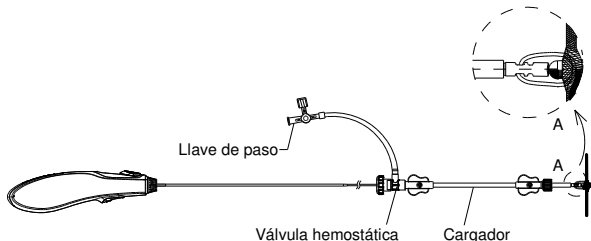
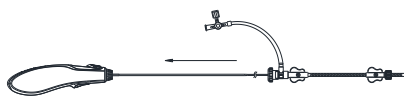

Figura 6. Ilustración del sistema oclisor de PFO CeraFlex™
Figura 7. Ilustración de la carga del dispositivo en un cargador
- Revise atentamente la conexión entre el oclisor y el cable de administración (consulte la Figura 6). Sumerja el dispositivo y el cargador en solución salina y tire del dispositivo para introducirlo en el cargador dando tirones rápidos (consulte la Figura 7).